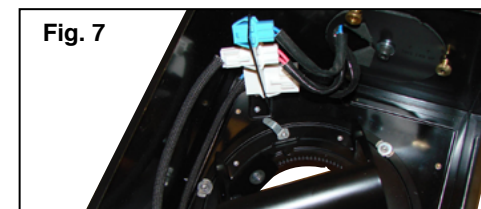

Fig. 7
1. Localice los conectores del transformador y el zócalo en el interior del alojamiento (Fig. 7). El conector azul del transformador es la derivación de refuerzo para aplicaciones con atenuador.
2. Gire el mecanismo de orientación de modo que el protector del portalámpara quede alineado con el soporte del conector (Fig. 7).